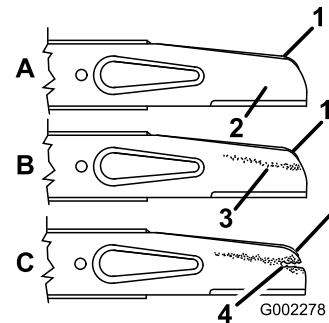

Figura 25
2. Rimuovete i dadi della lama, l'acceleratore e la lama (Figura 25).